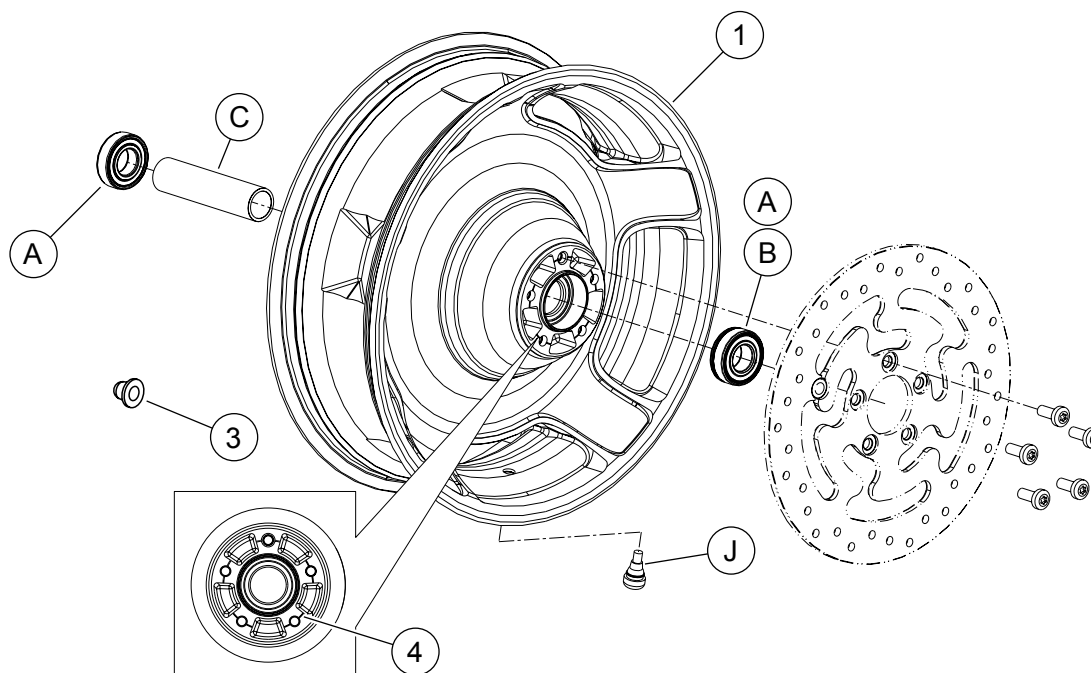

Figura 1. Peças de reposição: Roda traseira Airstrike
Veja Figura 1 e as tabelas de peças de reposição.
2. Veja Figura 1. Instale o conjunto da haste de válvula (J) na roda. Veja PNEUS no Manual de serviço.